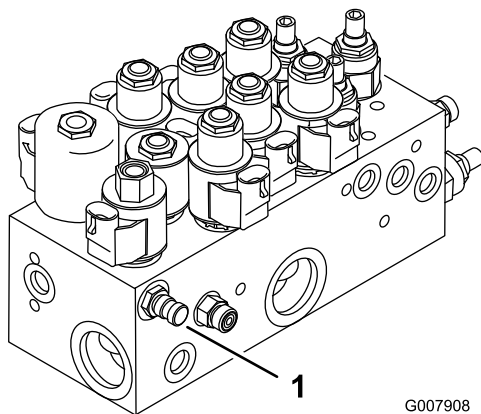
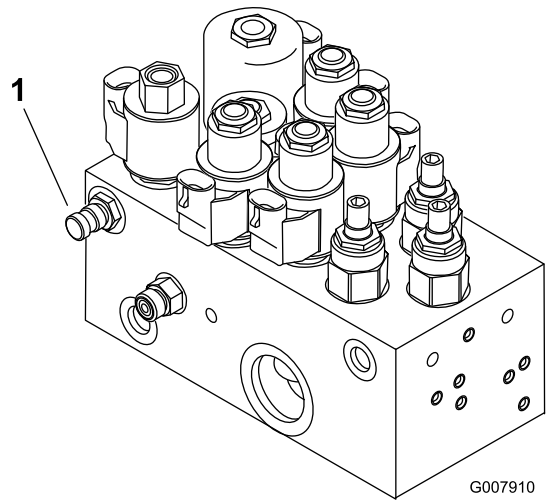

Figure 79
Figure 80
1. La prise d'essai A (Figure 79 et Figure 80) est utilisée dans les contrôles de dépannage du circuit hydraulique des vérins de levage.